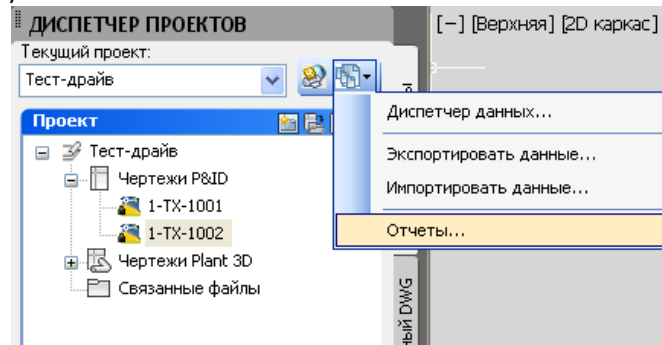

Рис. 41
- То же самое действие можно выполнить с помощью **Диспетчера проектов** (Рис. 41).